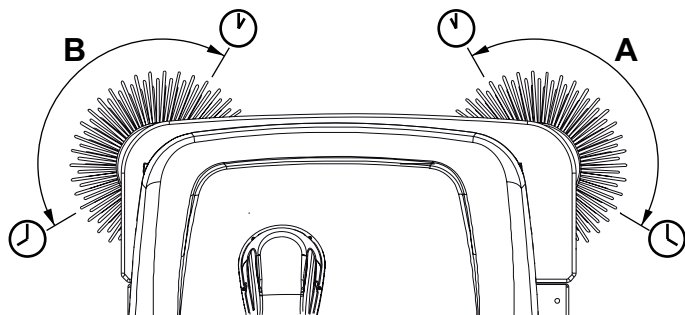

Figure 4
3. Tourner la clé de contact (66) et démarrer la machine.
4. Baisser le balai latéral au moyen du levier (52) et le laisser tourner pour 1 minute.
5. Lorsque les balais latéraux sont baissés et touchent le sol, leur extension et orientation doit se présenter comme indiqué dans la figure (A et B, Fig. 4).